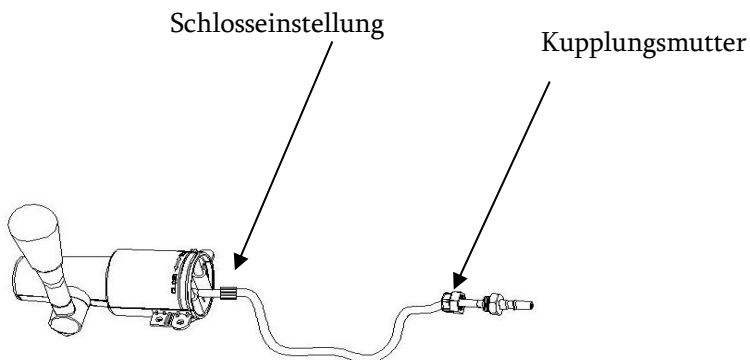

Abbildung 33
B. BIERSCHLAUCH ERSETZEN (siehe die Abbildung 33)